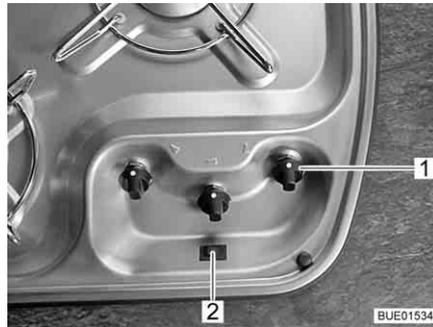

Fig. 208 Elementos de mando para la cocina de gas
- Girar el regulador giratorio (Fig. 208,1) correspondiente al quemador deseado a la posición de encendido (llama alta).
- Presionar el botón de encendido (Fig. 208,2). En el quemador se producen chispas de encendido.